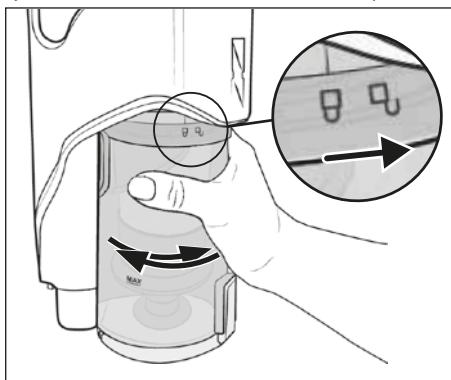

Fig. 23
- 8) Sæt støvbeholderen 7 ind i produktet igen, og drej den i retning af symbolet  (luk), indtil den sidder fast i produktet (se fig. 23).